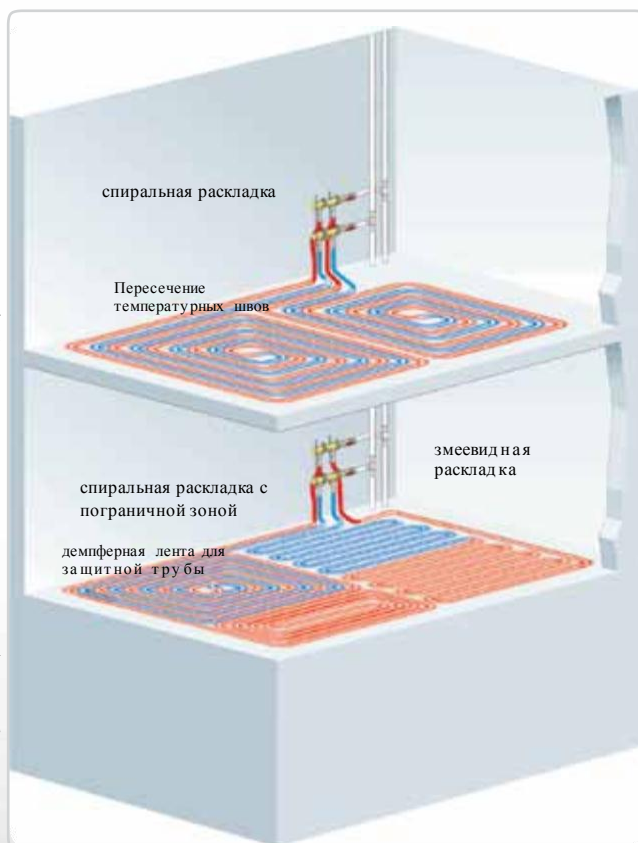

Рисунок 9
- спиральная раскладка – ровное распределение температуры по всей поверхности пола (Рисунок 9)
- змеевидная раскладка – неравномерное распределение температуры – не рекомендуется (Рисунок 9)
- спиральная раскладка с пограничной зоной – если необходима высокая температура в пограничной зоне (например, возле внешних стен) (Рисунок 9)